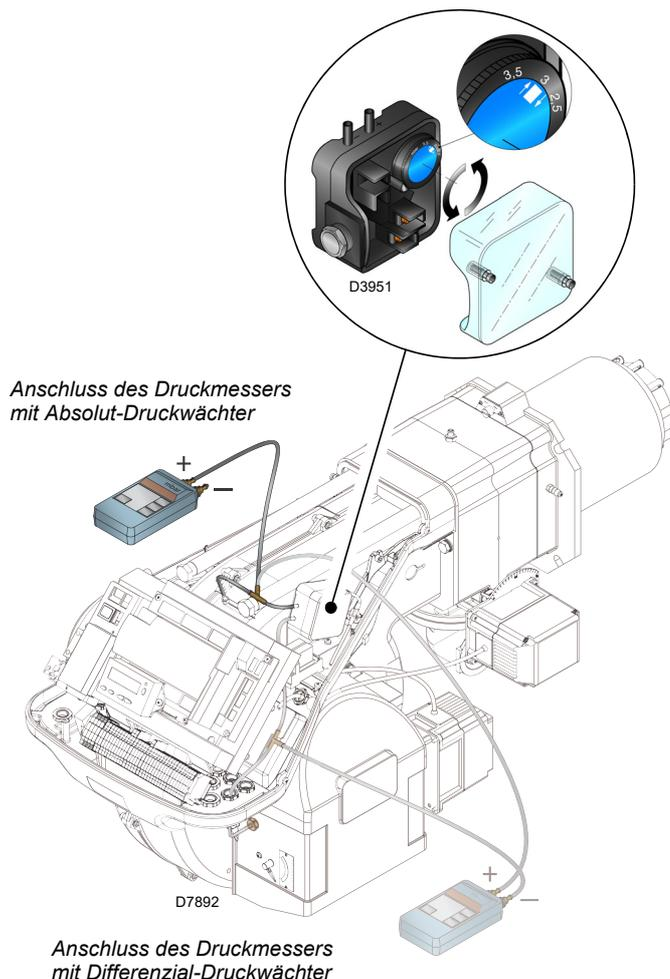

Abb. 31
- Den Luftdruckwächter (Abb. 31 auf Seite 32) auf den Skalenanfangswert stellen.
Einstellung des Luftdruckwächters (Abb. 31) nach Durchführung aller anderen Einstellungen des Brenners mit auf Skalenbeginn eingestelltem Luftdruckwächter ausführen.
Der Anschluss des Manometers ist auf der Abb. 31 angegeben. Die Standard-Konfiguration ist die des Luftdruckwächters, der in Absoluteinstellung angeschlossen ist. Es wird hier auf das Vorhandensein einer „T“-Verbindung (nicht im Lieferumfang enthalten) hingewiesen.
In diesem Fall muss auch das Manometer im Differenzial-Modus angeschlossen werden; siehe Abb. 31.